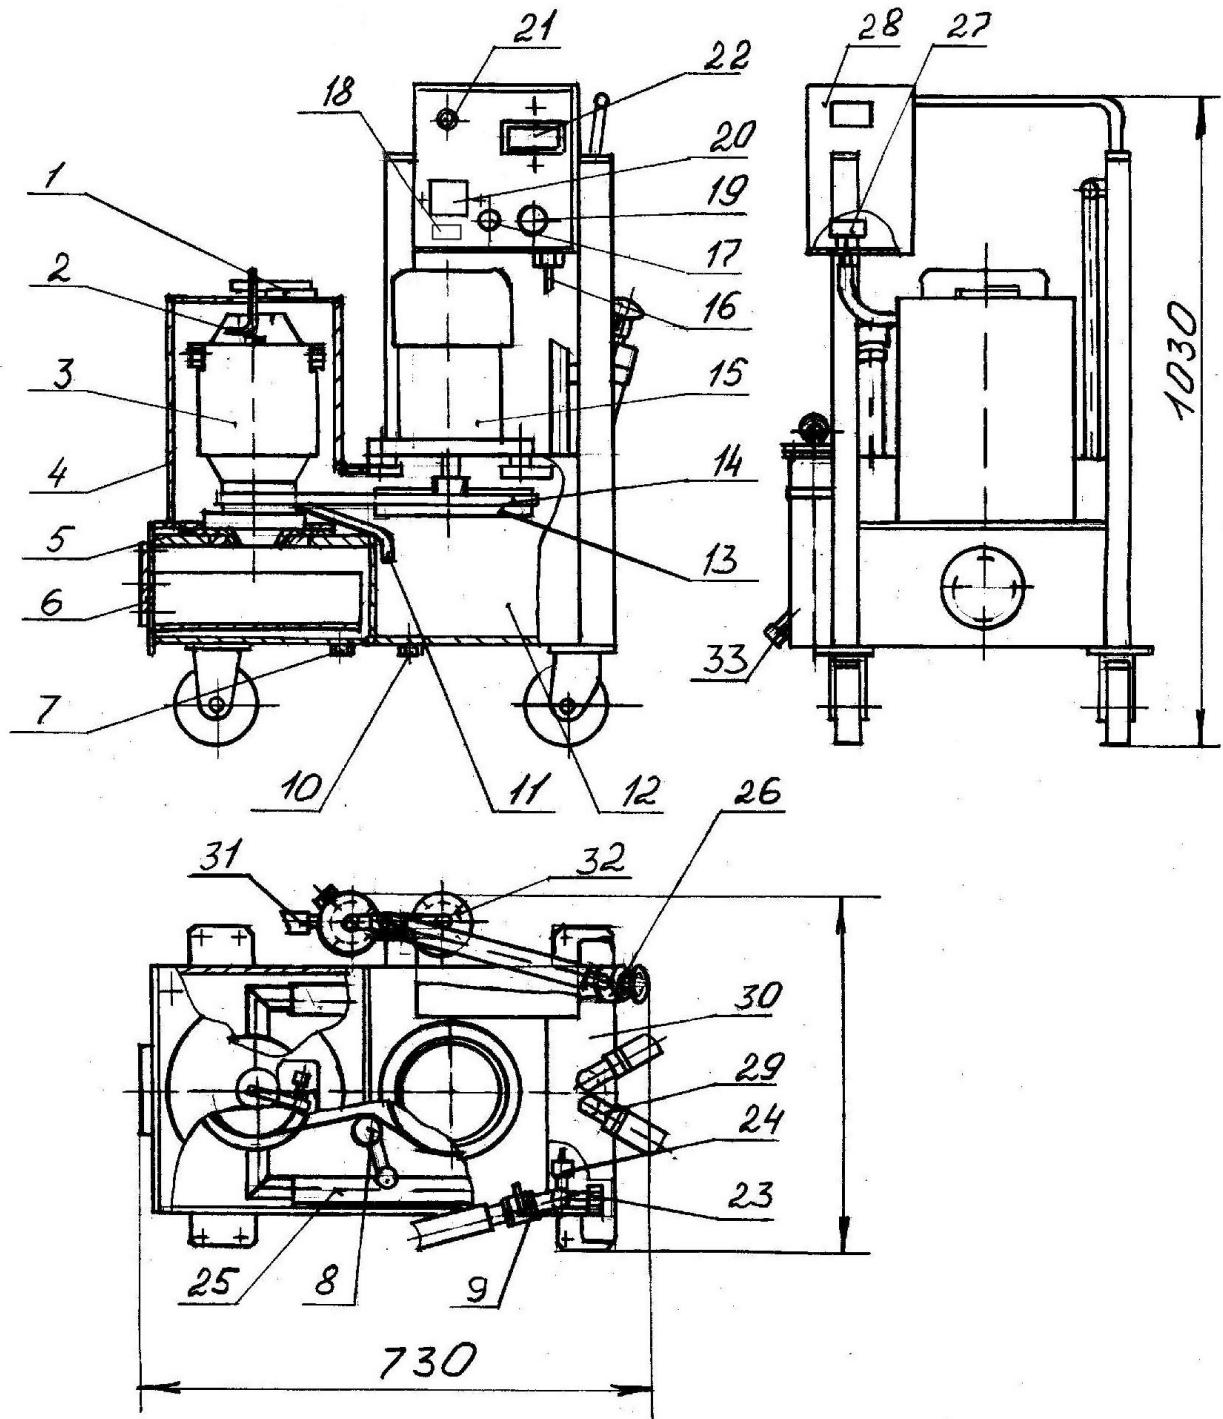

Рис.4.1
4.1.1. Корпус стендса выполнен несущим. В корпусе выполнен отсек – грязеотстойник, с герметично закрытой крышкой 6(рис.4.1) и патрубком в нижней части для слива жидкости. Патрубок герметично закрыт резьбовой заглушкой 7.
4.2.10. Возможные утечки торцевого уплотнения накапливаются в кольцевой полости 11 и по трубке 17 (трубка 13 на рис.4.1) направляются в сборник утечек.